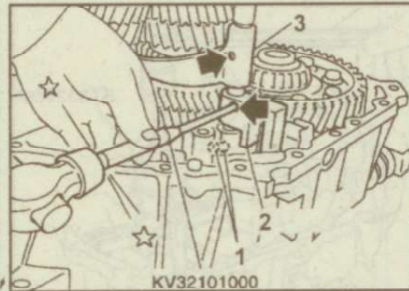

Рис. 9.49. Снятие стопорного шарика (1), кронштейна (2) вилки и вилки (3) переключения 1-й и 2-й передачи
14. Снимите стопорный шарик (рис. 9.49).
17. Снимите вилку переключения 5-й передачи и передачи заднего хода, вилку переключения 1-й и 2-й передач и кронштейн вилки переключения 1-й и 2-й передач (см. рис. 9.49).